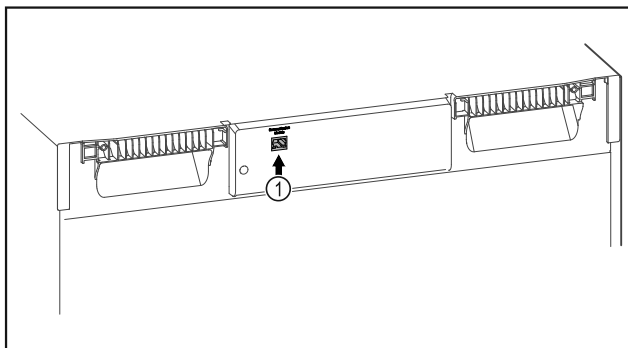

Fig. 145
- ☐ SmartModule Fig. 145 (1) ist eingesetzt.